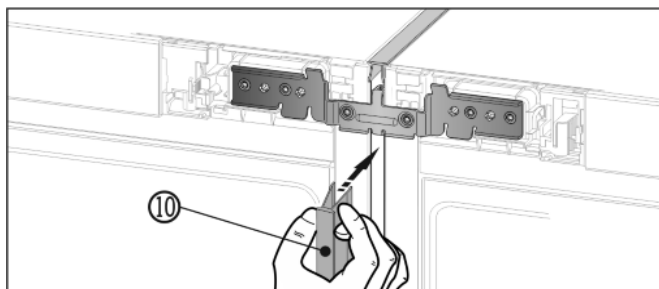

Fig. 14
- ▶ Tryk på forsiden den lange afdækningsliste Fig. 14 (10) ind i den lodrette spalte. Sørg for, at listen støder op mod forbindelsespladen.